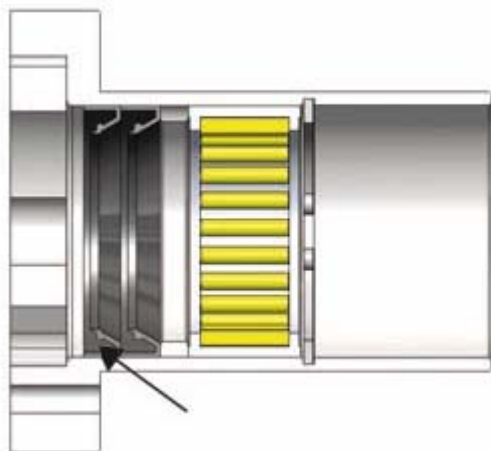

Figura 39. Senso di montaggio degli anelli di tenuta.
3. Inserire gli anelli di tenuta (2 in totale) dalla parte frontale della cassa del cuscinetto. Accertarsi che siano posizionati in modo corretto (figura 39).